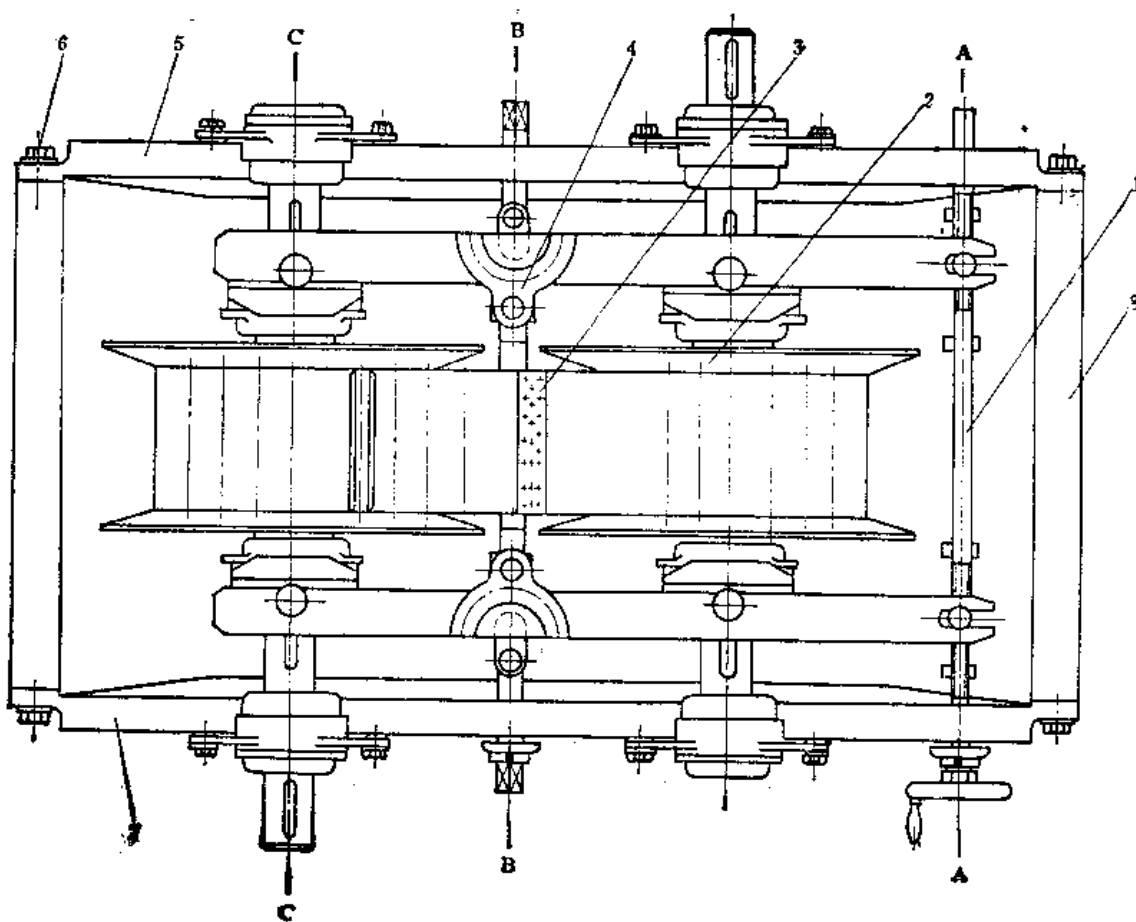
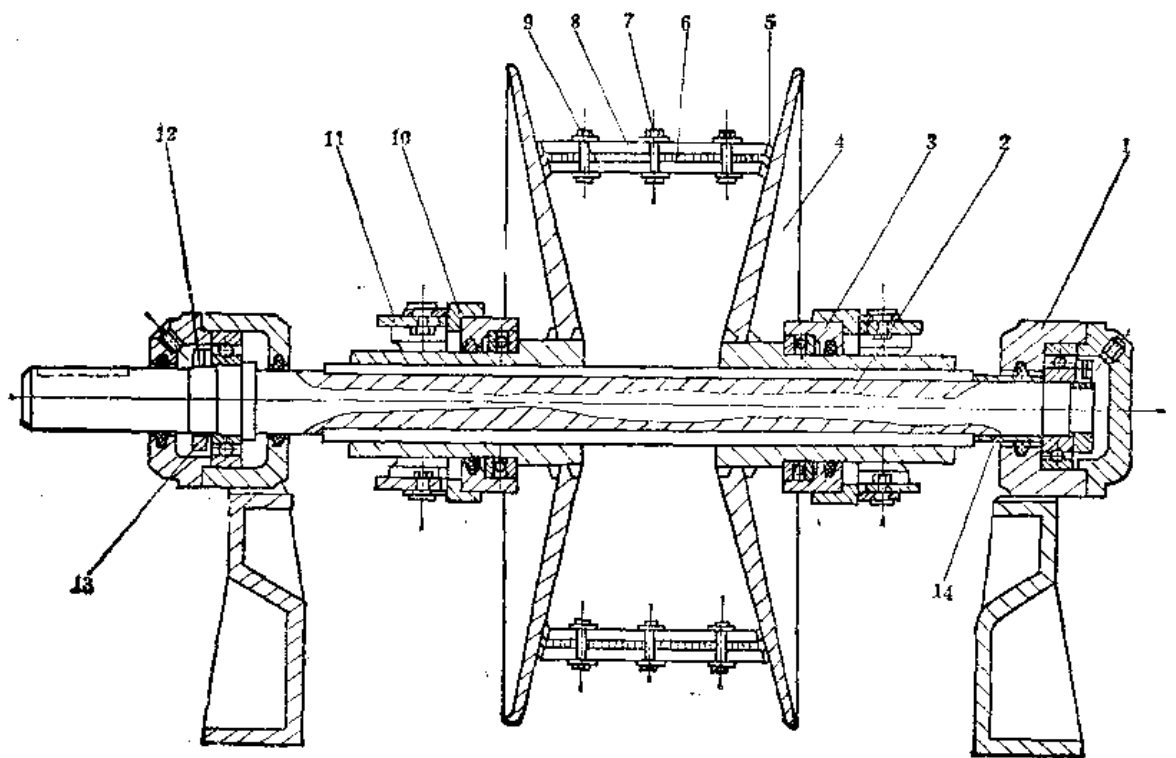
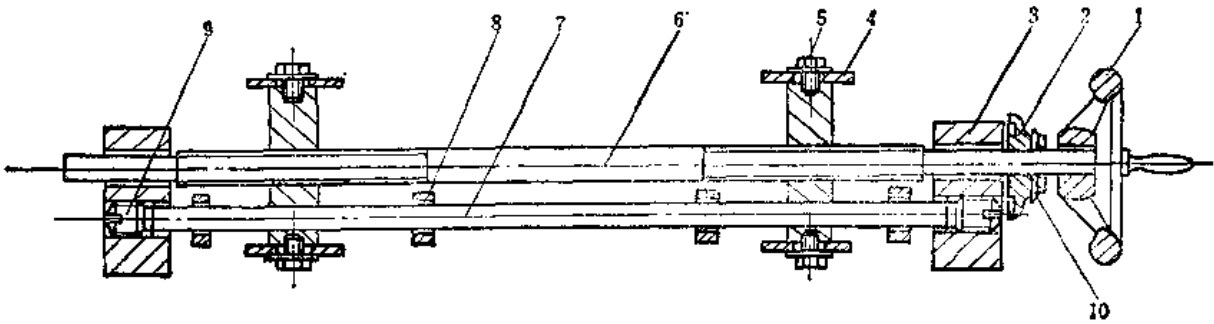
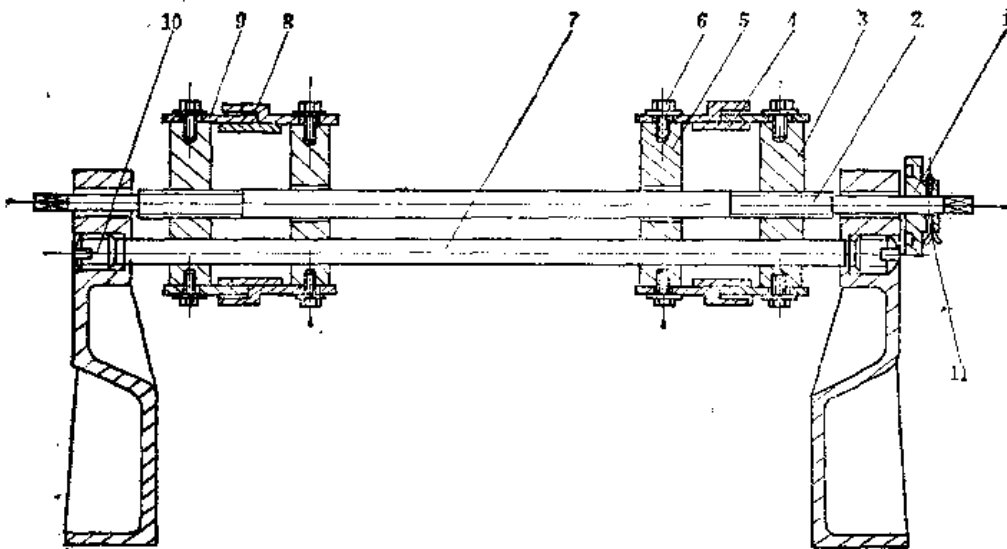

图8-1-8 无级变速器
图8-1-9 锥形摩擦圆盘机构 (图8-1-8C-C截面)
图8-1-10 调速机构 (图8-1-8A-A 截面)
图8-1-11 张紧机构 (图8-1-8B-B 截面)
⑤ 分别拆下三根轴上的滚动轴承。
⑥ 拆中间轴和输出轴的齿轮时可在压床上将齿轮垫好、摆平使轴与工作台面垂直，然后把轴压出，拆下齿轮。在无压床时，把齿轮摆平放牢后，可用大锤向外打轴，但必须在轴端垫上铜板或软质材料再打，防止将轴头打胀，使轴损坏或无法修复。
2) 无级变速器 (图8-1-8) 无级变速器是用来实现铸型输送机各种不同的速度，以适应不同的生产工艺的要求。主要由锥形摩擦圆盘机构 (图8-1-9)，调速机构 (图8-1-10) 和张紧机构 (图8-1-11) 等组成。